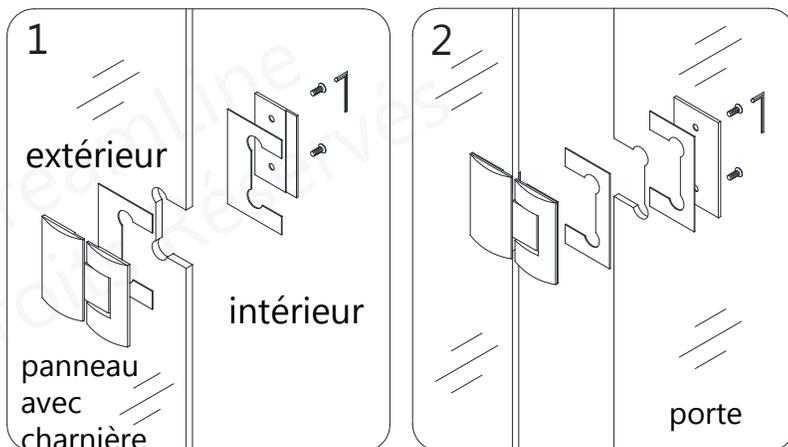

Fig 9
9. Posez les **Charnières (N° 06)** sur le **Panneau Vitré avec Charnière (N° 01)** en orientant les boulons vers l'intérieur de la douche. Utilisez au moins un joint statique par côté. Les charnières doivent être au niveau, égales et symétriques avec la bordure de la vitre. Transportez avec précaution la **Porte Vitrée (N° 02)** dans la douche entre les deux panneaux fixes. Mettez au niveau la **Porte Vitrée (N° 02)** avec le **Panneau Vitré avec Charnière (N° 01)** et fixez les charnières sur la **Porte Vitrée (N° 02)**. Assurez-vous que les bordures supérieures de la **Porte Vitrée (N° 02)** et les deux **Panneaux Vitrés** sont symétriques et au niveau. **(Fig 9 et Fig 9a)**